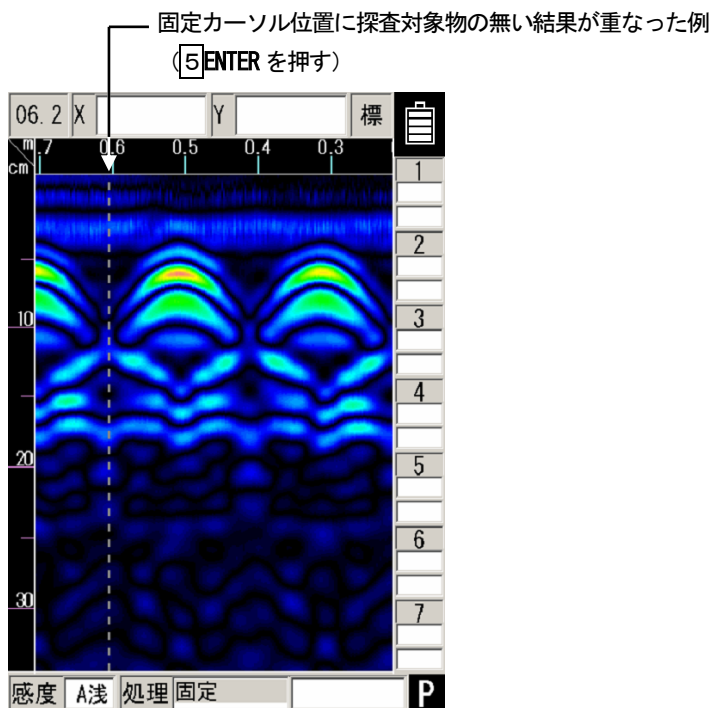

図3-9 リアルタイムマニュアル減算処理の実施
- (4) 固定カーソル位置に探査対象物の無い結果が重なった時、**[5]ENTER** を押します。(図 3-9 参照)